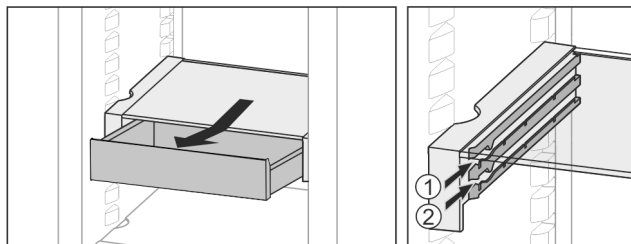

Fig. 35
- ▶ Op een willekeurige hoogte Fig. 35 (1) of Fig. 35 (2) erin schuiven.